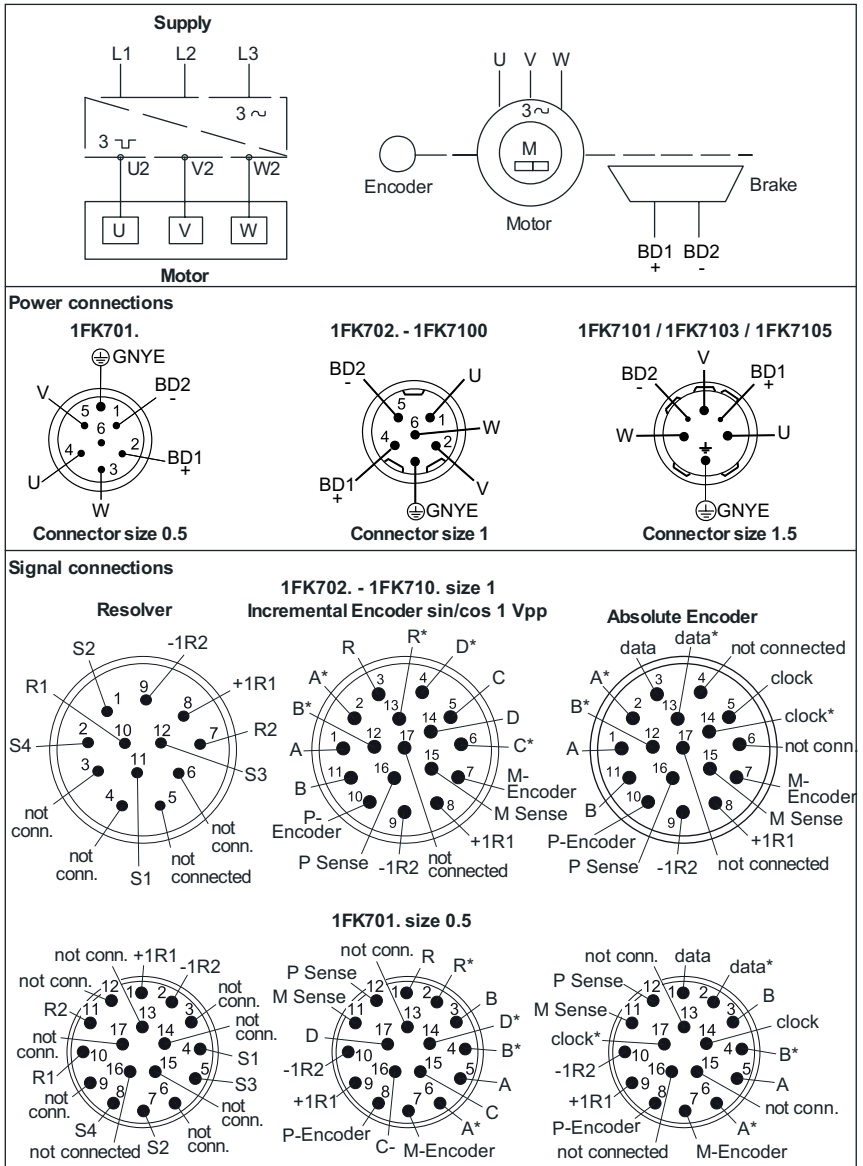

Fig. 5 Montages et bochage des connecteurs
- Respecter les données indiquées sur la plaque signalétique (chapitre 3.1) et sur les schémas de connexion (Fig. 5).
2. Attribuer les prises comme indiqué à la Fig. 5. raccorder le conducteur de protection.
3. raccorder le frein via la prise de puissance comme indiqué à la Fig. 5. Tenir compte de la polarité.
2. Attribuer les prises comme indiqué à la Fig. 5.
Pour cela, le relier aux broches +BD1, -BD2 (Fig. 5) 24 V DC $\pm 10\%$ et vérifier que le rotor tourne librement (pas de bruits de frottement).